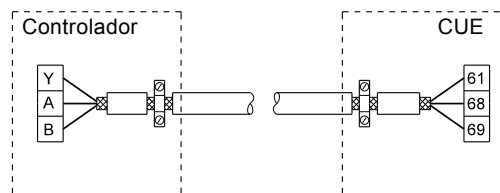
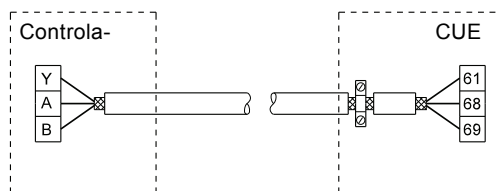

Fig. 28 Ejemplo de conexión de un cable de bus de 3 conductores con pantalla conectada en ambos extremos
Fig. 29 Ejemplo de conexión de un cable de bus de 3 conductores con pantalla conectada en el CUE (controlador sin abrazaderas para cables)
- Conectar la pantalla a tierra en ambos extremos tanto para cables de señal como para cables de motor. Ver fig. 28. Si el controlador no tiene abrazaderas para cables, conectar sólo la pantalla al CUE. Ver fig. 29.